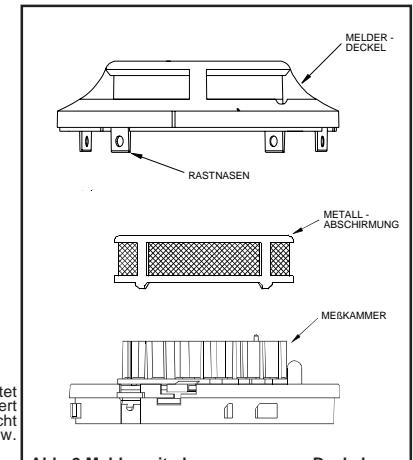

Abb. 2 Melder mit abgenommenem Deckel
- Entfernen Sie den Deckel des Melders. Benutzen Sie dazu einen kleinen Schlitzschraubendreher, der die 4 Rastnasen des Deckels öffnen kann (s. Abb. 2)